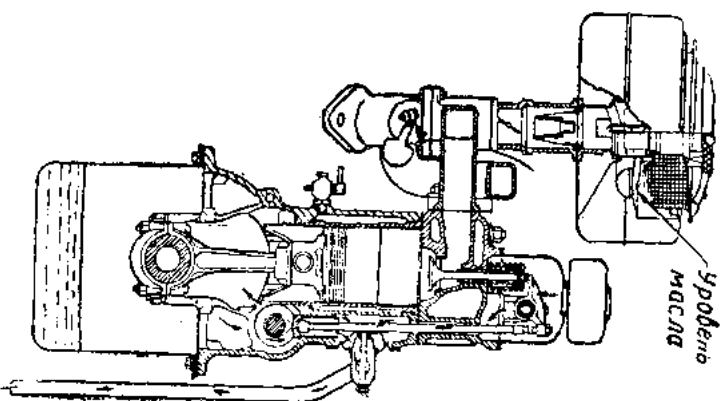

Рис. 32. Схема вентиляции картера двигателя.
**Вентиляция картера двигателя** (рис. 32) предохраняет масло в картере двигателя от разжижения бензином и уменьшает разделение шифованных поверхностей серной кислотой, образующейся из продуктов сгорания.